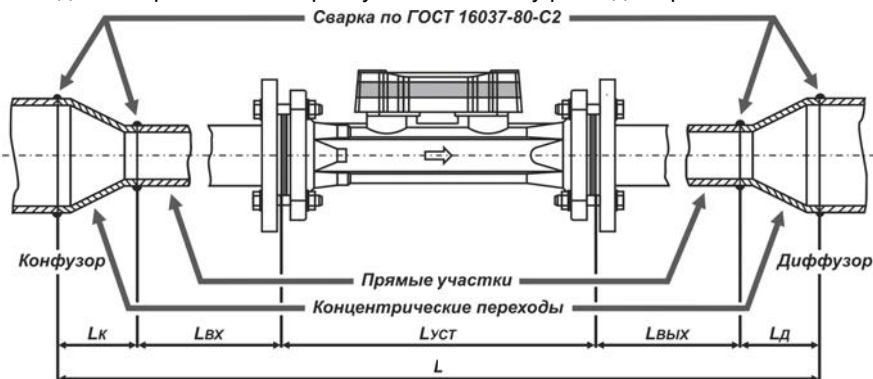

Рисунок 3.8 – Монтаж расходомера с врезкой прямых участков
Монтаж расходомера в трубопровод с врезкой прямых участков, смотрите рисунок 3.8, рекомендуется проводить в следующей последовательности:
- вставить полученную сборку в трубопровод и произвести ее сварку с трубопроводом, рисунок 3.8;